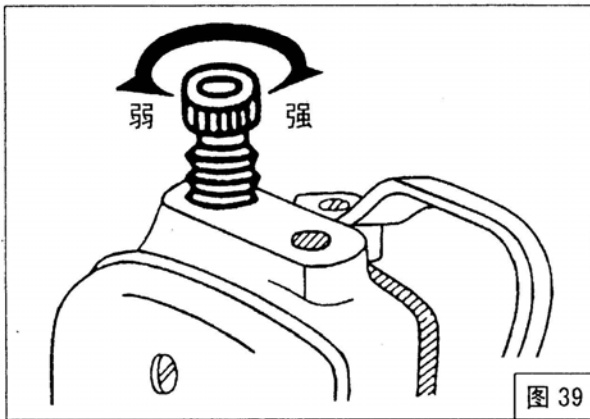

图 39
2) 压紧杆压力的调整: 如图 39 所示, 如果压紧杆的压力大, 则调节调压螺钉逆时针转动, 反之, 顺时针转动。